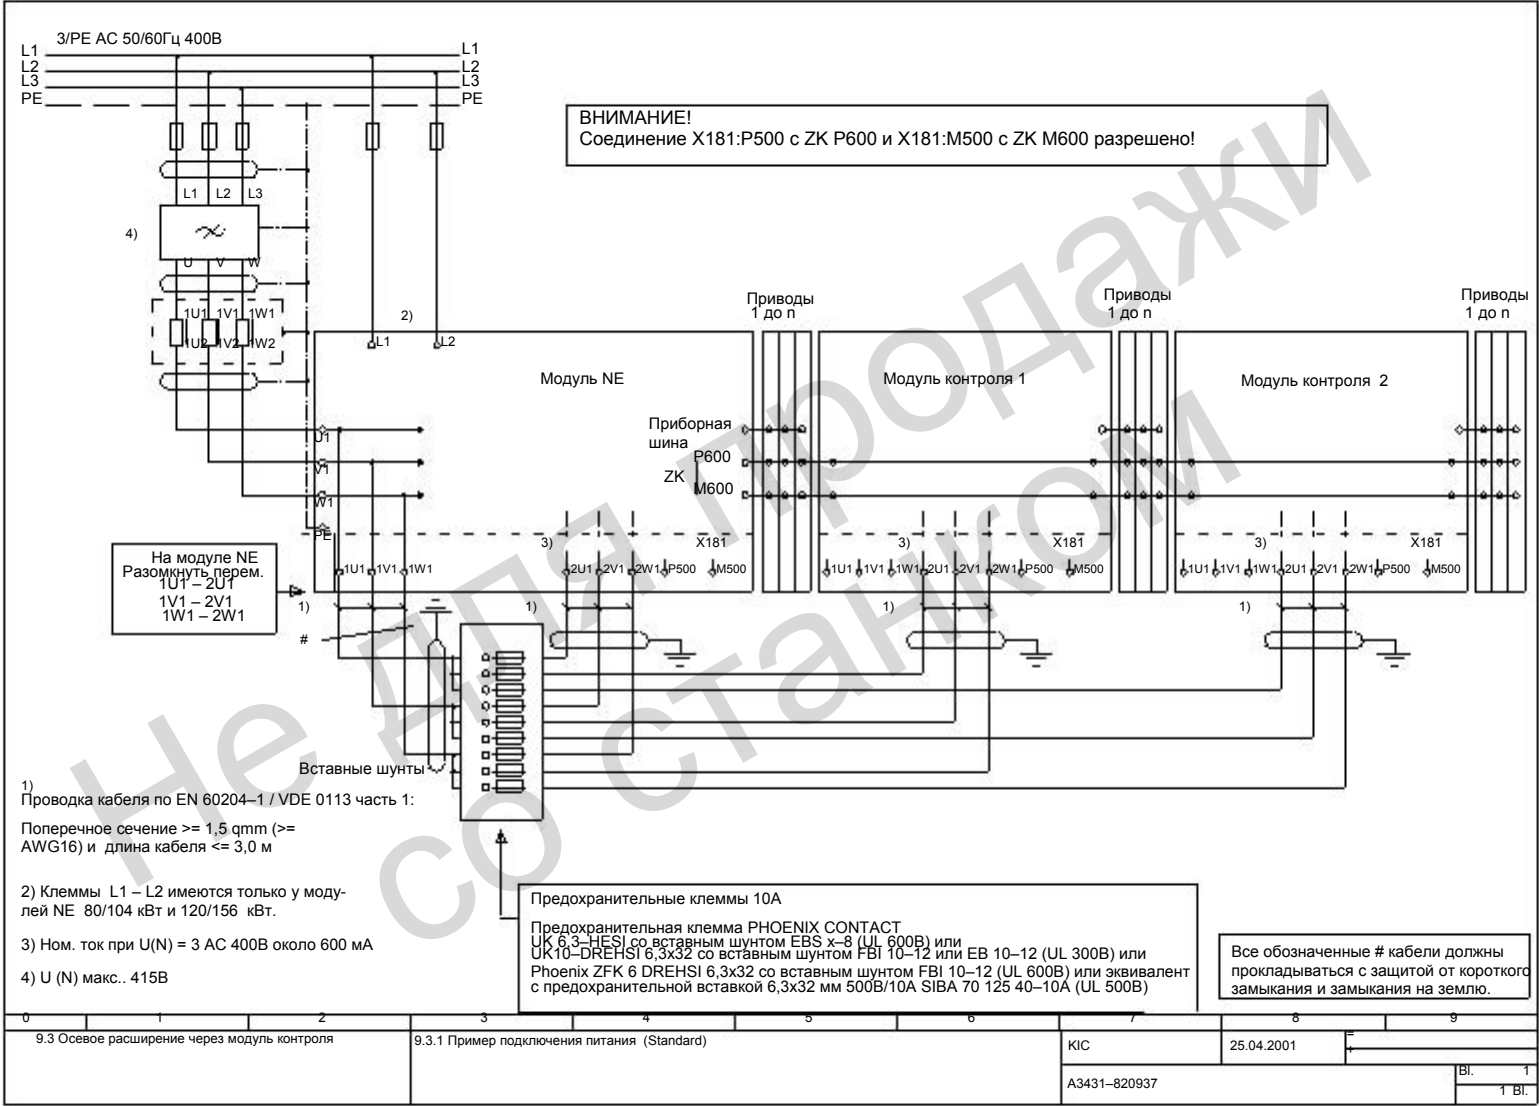

Рис. 9-5 Пример подключения питания (Standard)
- Пример подключения питания (стандарт) --> см. рис. 9-5.